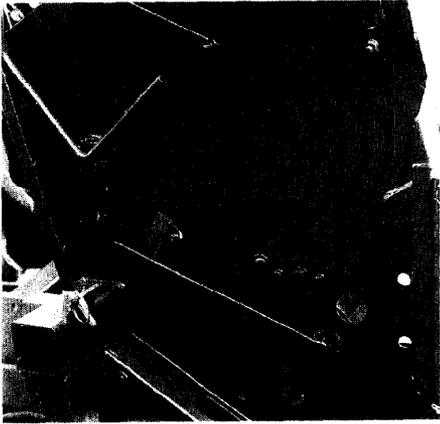

Fig.41
- 1) Positionner le levier dans le cran 1 de la tôle crantée (fig. 41/2).